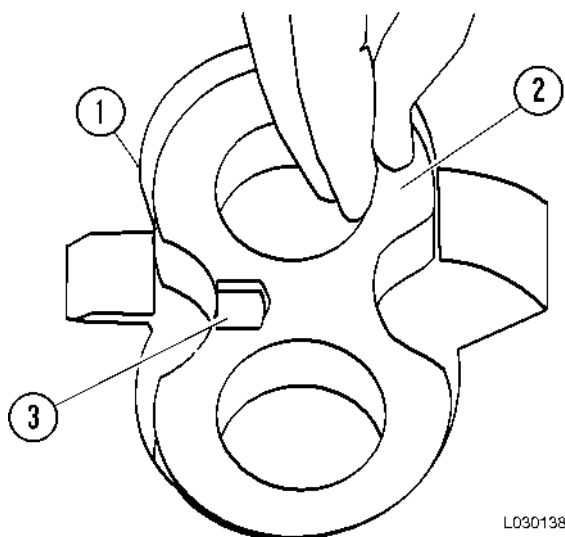

FIGURA 3-13. MONTAJE DE LA PLACA DE PRESION
11. Con el costado de bronce hacia arriba y la ranura acordonada enfrentando el costado de descarga deslice la placa de presión (2, Figura 3-13) hacia abajo dentro de las perforaciones del engranaje hasta que descansen en el anillo de respaldo y en el O-Ring. No fuerce la placa hacia abajo sobre las perforaciones del engranaje. Si se atasca al bajar, muévela hacia arriba y hacia abajo hasta que se deslice libremente en su lugar.